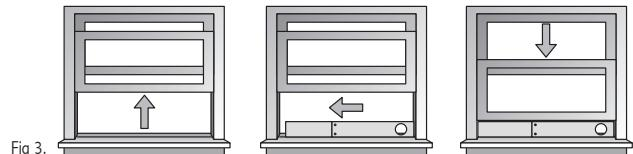

Fig 3.
**C. Installez l'ensemble de glissière pour fenêtre : Fig 3.**